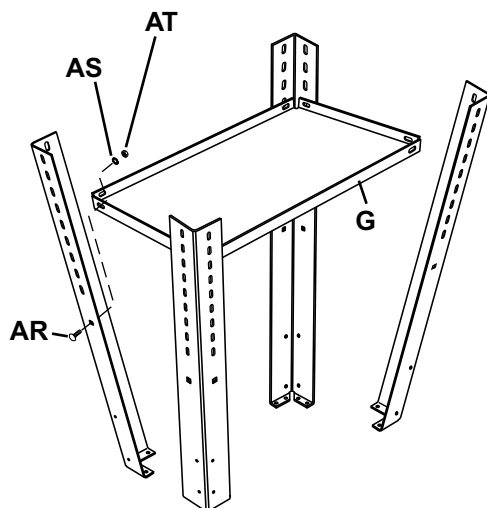

Figure 12
1. Aligner les trous situés dans les pieds avec les trous dans les angles du plateau à outils (G). Voir la figure 12.
2. Utiliser 8 boulons de carrosserie (AR), 8 rondelles dentées (AS) et 8 écrous hexagonaux (AT) pour fixer le plateau aux pieds. Serrer fermement.